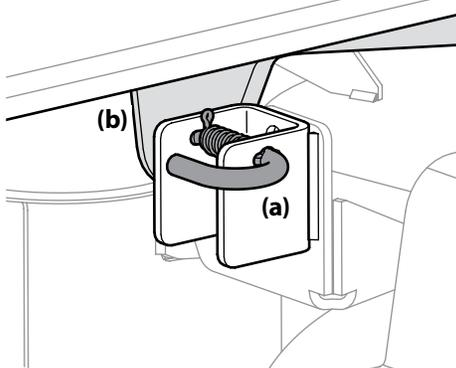

Figura 4-12
Ubique los pasadores de liberación (a) de la plataforma del lado izquierdo y del lado derecho que se encuentran a cada lado de la plataforma. Tire de los pasadores de liberación de la plataforma (a) hacia afuera y suelte la plataforma de los brazos de elevación (b) del lado derecho e izquierdo de la plataforma. Consulte la "Figura 4-12".
4. Tire de los pasadores de liberación de la plataforma hacia afuera y ubique la plataforma según sea necesario para alinear los orificios de los brazos de elevación de la plataforma con los pasadores. Consulte la Figura 4-12.